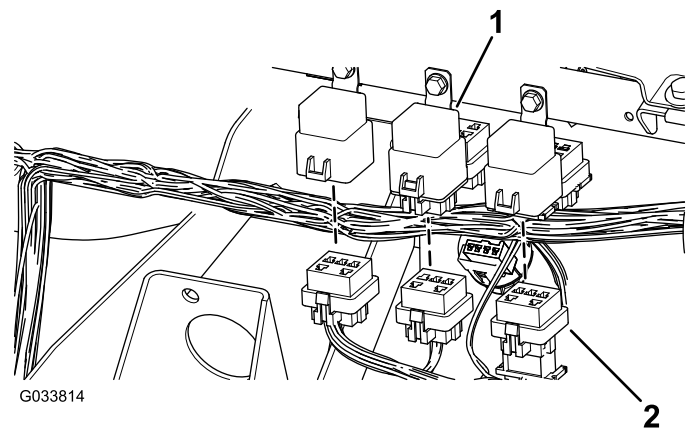

Figura 8
2. Ligue os conectores da cablagem nos 3 relés (Figura 8).